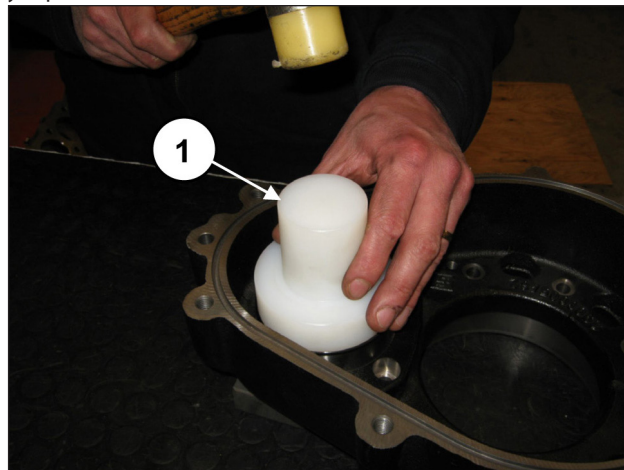
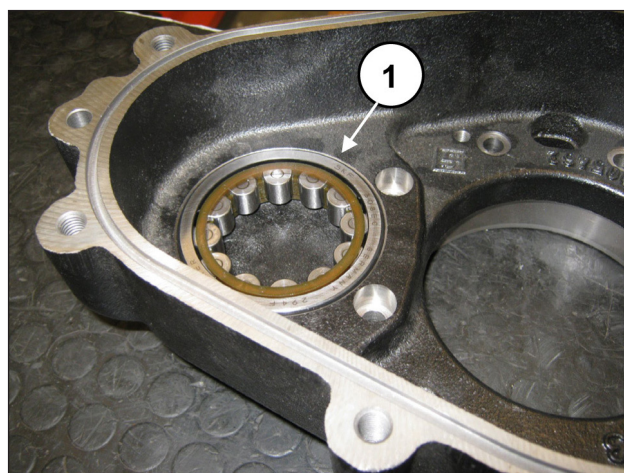

Рис. 53
Рис. 54
Предварительно установите на корпус редуктора внешнее кольцо подшипника ведущей шестерни с помощью инструмента арт. 27604900 (поз. ①, Рис. 53), вставив его до упора (поз. ①, Рис. 54).